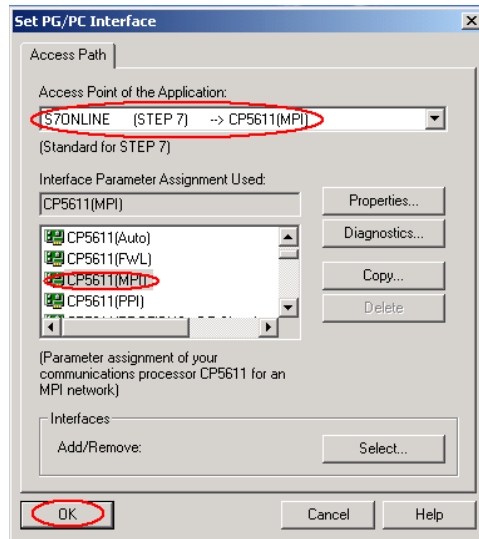

图 2.1.2.2.5
- (1) . 面板没有切换到传送模式；
- (2) . 面板的 MPI/Profibus 通讯参数设置错误，检查地址和波特率设置；
- (3) . 电缆故障；
- (4) . 与网络中的其他设备 MPI/Profibus 地址发生冲突。
5. 点击诊断设置窗口中的“OK”按钮来关闭诊断窗口，然后点击 Setting PG/PC Interface 设置窗口中的“OK”按钮来确保建立应用程序访问点 S7ONLINE (STEP 7)同设备 CP5611(MPI)的关联，如图 2.1.2.2.5 所示。